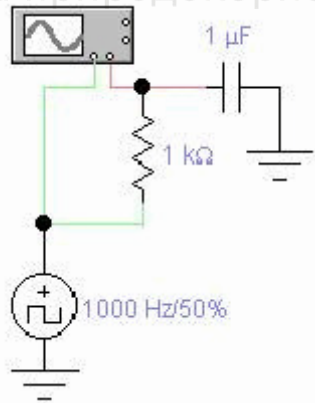

Рис. 5. Схема вимірювання параметрів інтегруючого ланцюга.
7. Зібрати коло, що містить джерело прямокутних імпульсів та інтегруючий RC ланцюг. До входу кола підключити зеленим проводом канал А осцилографа, до виходу – канал В червоним проводом (Рис. 5.).